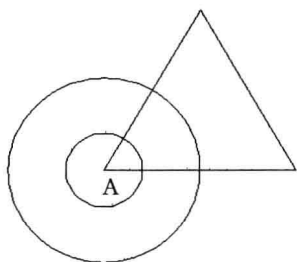
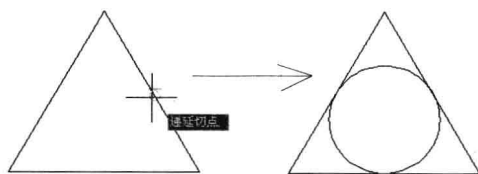

图 3-5-7
图 3-5-8
(7) 单击“圆心、半径”按钮，命令行提示“指定圆的圆心或 [三点(3P)/两点(2P)/相切、相切、半径(T)]”，捕捉并单击三角形A点为圆心。
(8) 命令行提示“指定圆的半径或[直径(D)] <0.0000>”，输入“100”，按Enter键，绘制的圆如图3-5-7所示。
(9) 依次单击两个圆，按Delete键，删除这两个圆。
(10) 单击“相切、相切、相切”按钮，将十字光标移至三角形的边上，显示出切点捕捉标记，分别捕捉并单击三条边上的切点，即可创建一个与三角形三条边相切的圆，如图3-5-8所示。